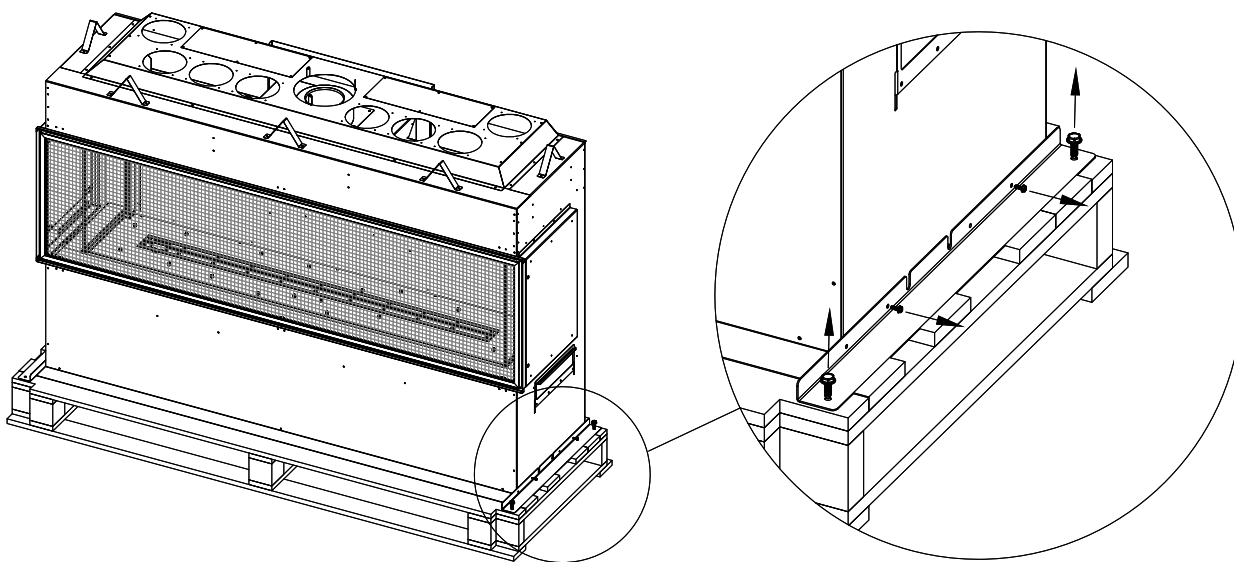

Figure 1.1 - Retrait des supports d'expédition
1. Retirez d'abord les (2) vis verticales de 3/8 po qui retiennent les deux supports d'expédition à la palette de transport, de chaque côté du foyer. Voir la Figure 1.1.